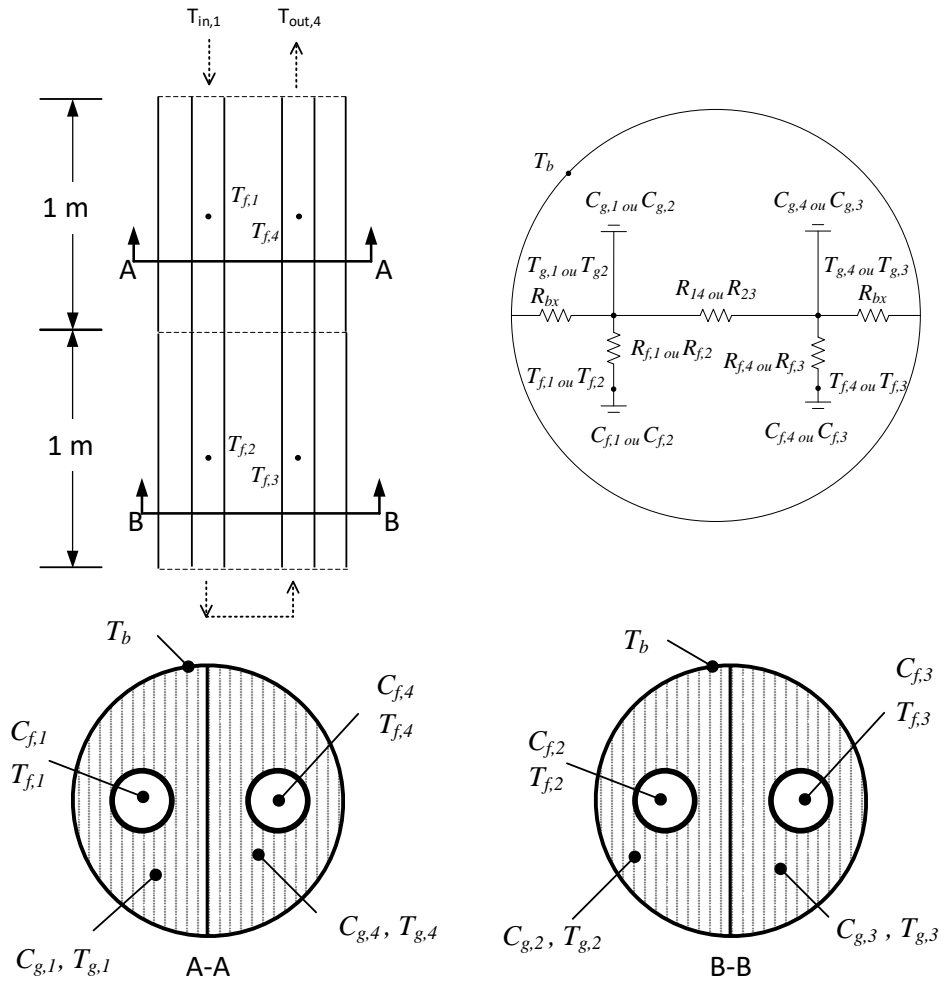

Figure 4.1
Ce problème porte sur l'élaboration d'un modèle de type TRC pour un puits géothermiques munis de deux tuyaux tel que montré à la Figure 4.1. Le puits est divisé en quatre parties soit deux disques selon la direction axiale dans lesquels se trouvent deux demi-lunes.
- a) En utilisant la nomenclature de la Figure 4-1, établir un système d'équations de type TRC permettant de déterminer l'évolution temporelle de toutes les températures (fluide et coulis) dans les quatre parties du puits lorsque la température d'entrée, T_{in_1} varie. **[1 point]**